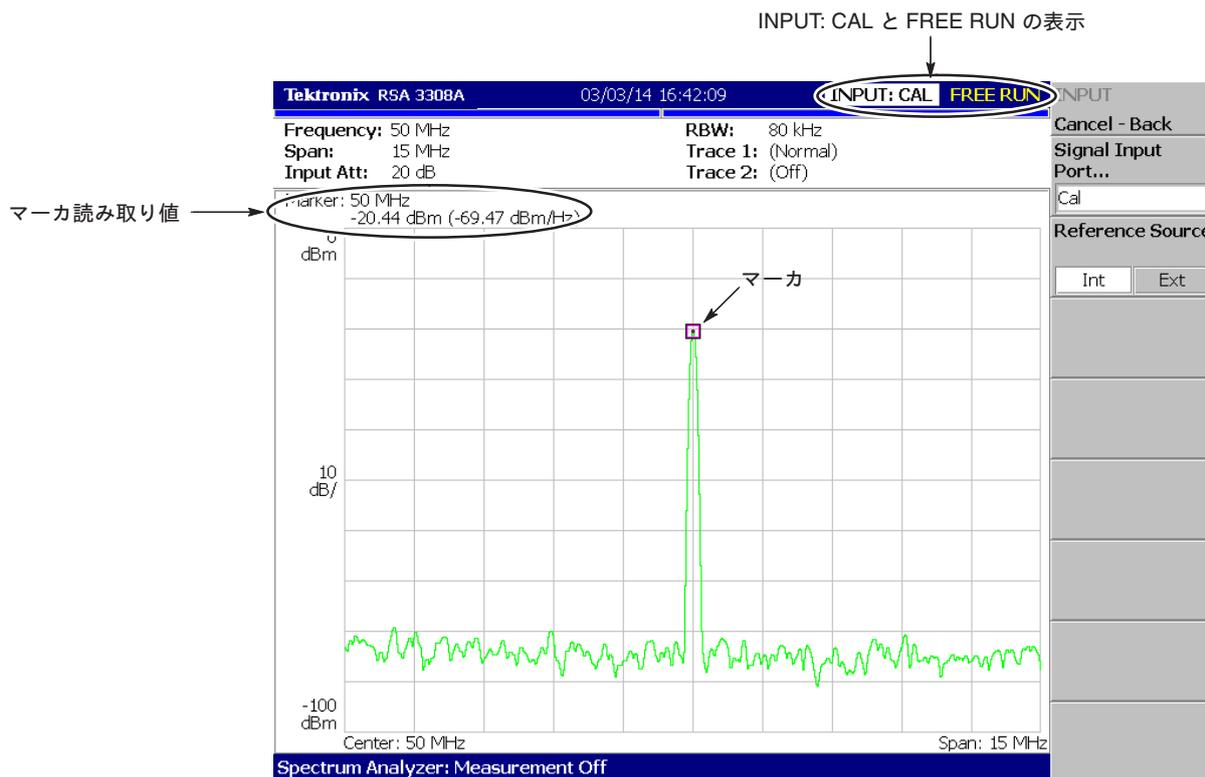

図 1-13 : 校正信号 (50MHz、約 -20dBm) のスペクトラム表示
(図 1-13)
- b. 画面上のマーカの読み取り値が、周波数 50MHz、振幅約 -20dBm であることを確認します（前ページ、図 1-13）。
- d. 画面右上に **PAUSE** が表示されることを確認します (図 1-13)。